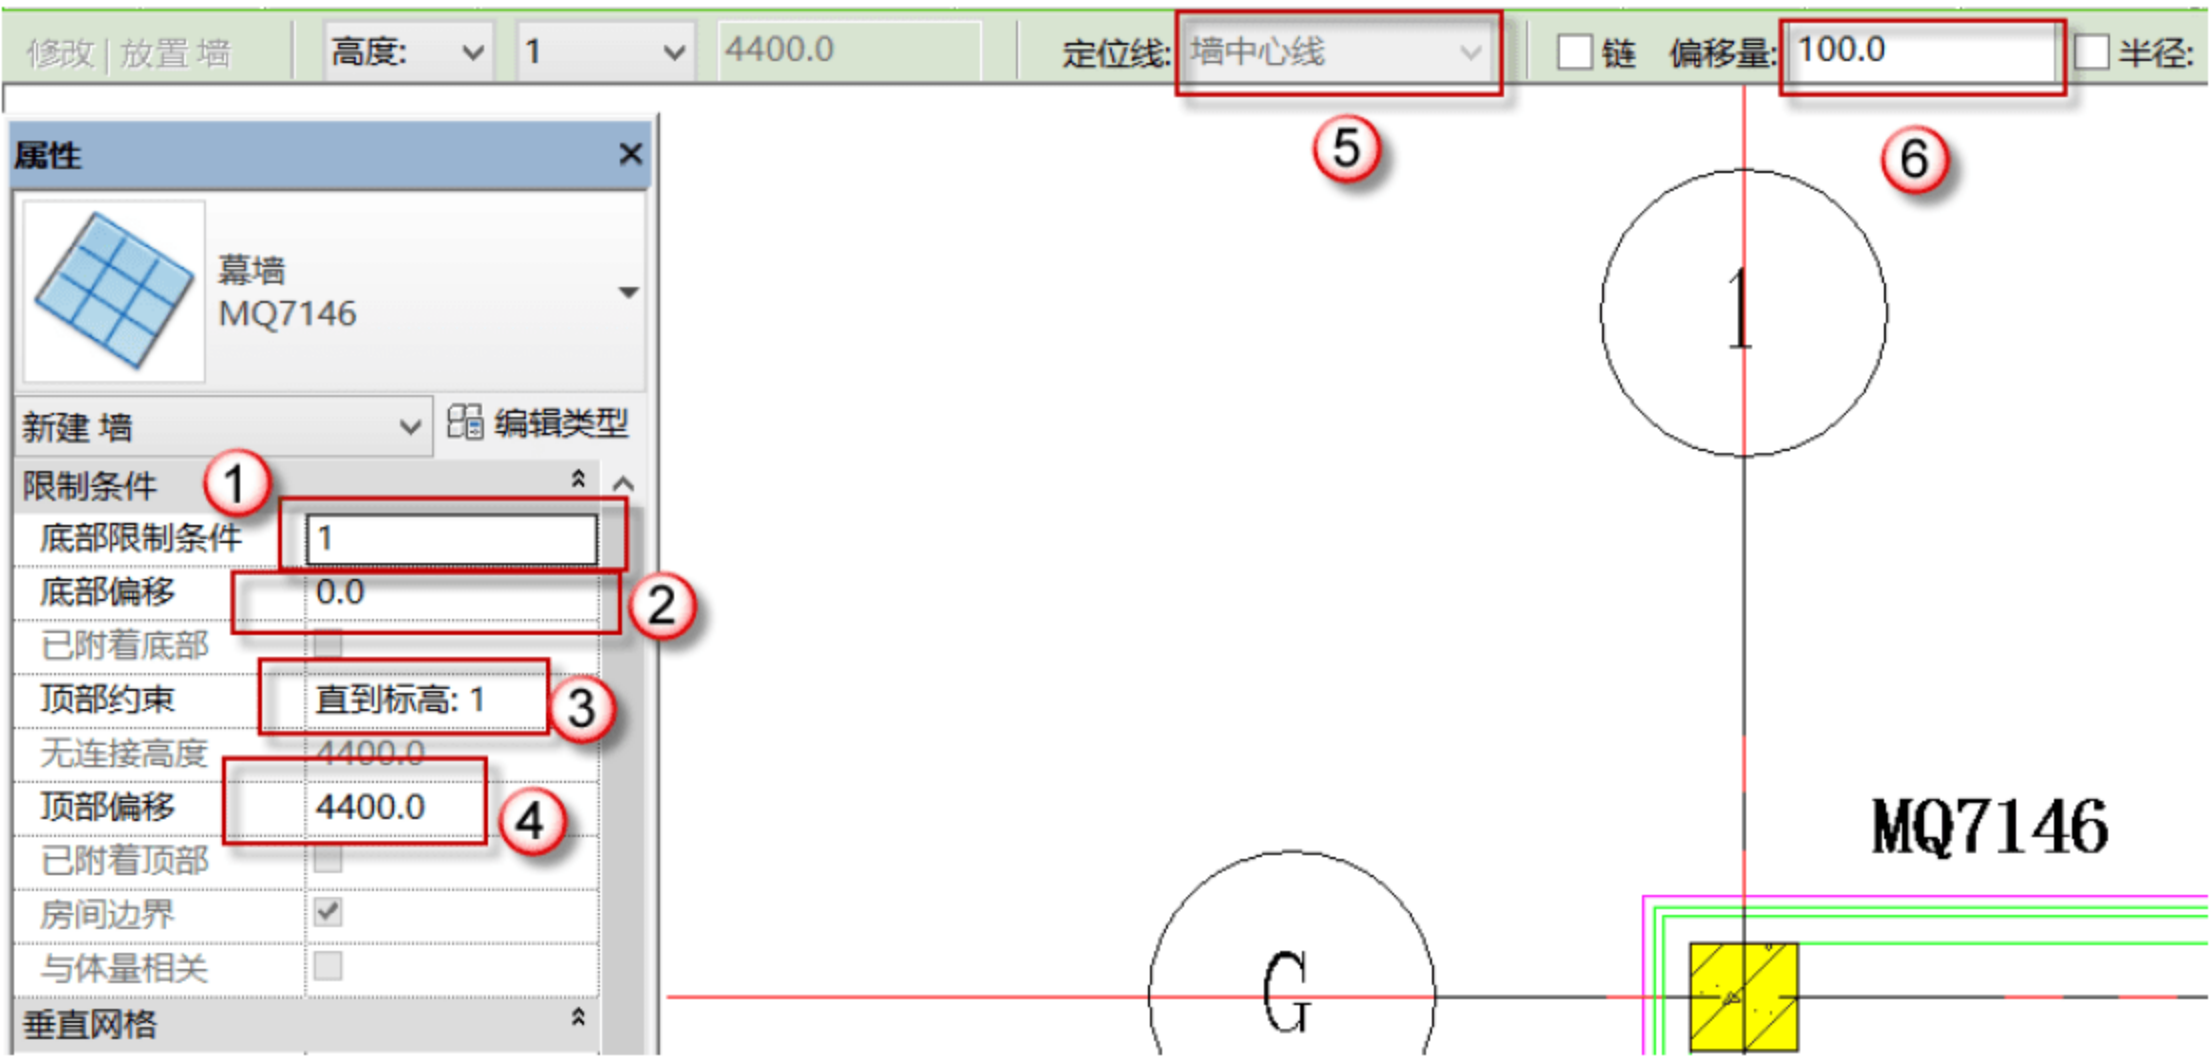
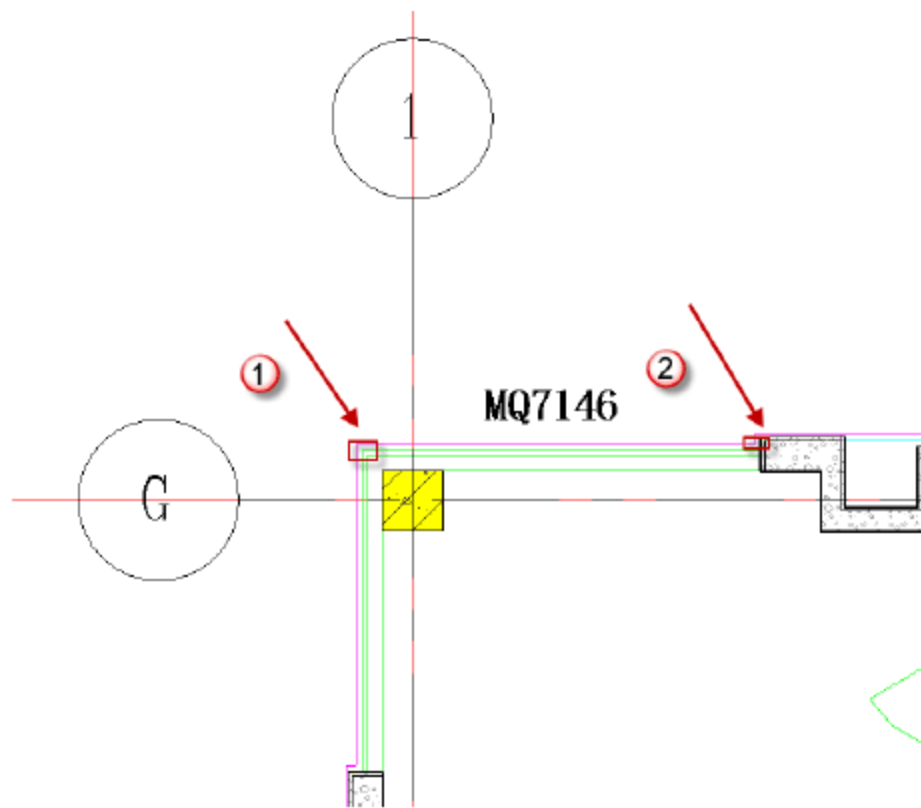
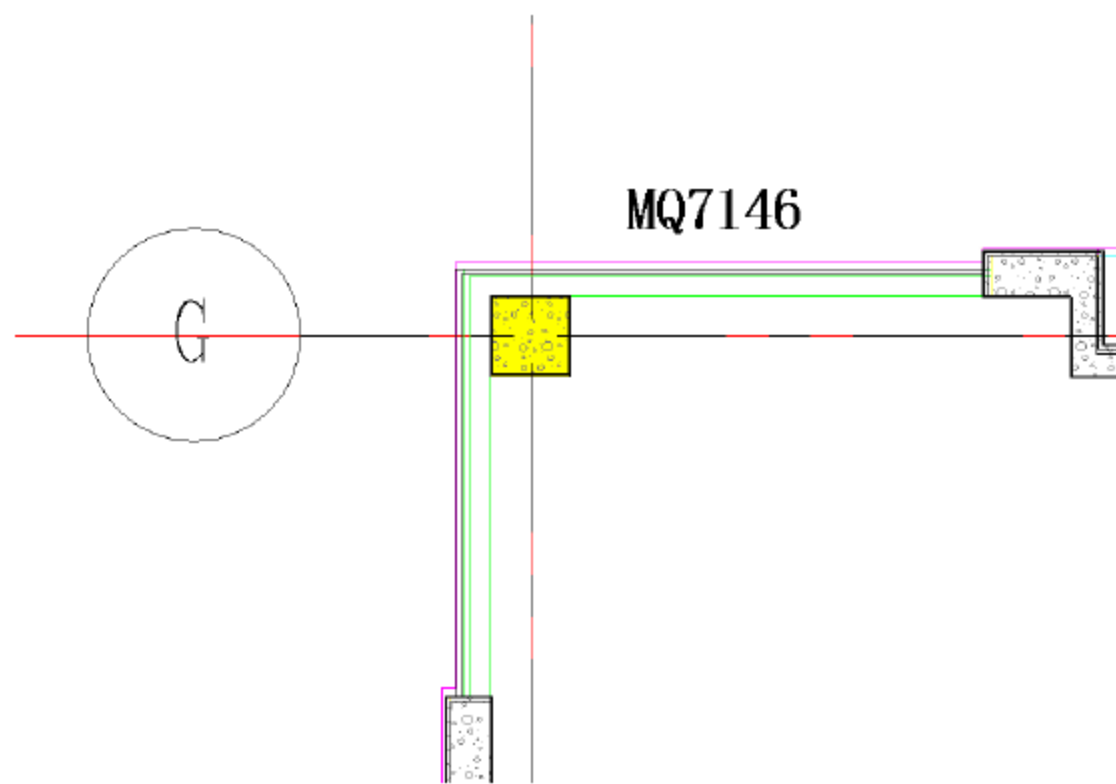

图 10.3.28 “MQ7146”的绘制参数设置
图 10.3.29 “MQ7146”的绘制捕捉点
图 10.3.30 “MQ7146”绘制完成图
(4) “MQ7146”的绘制。选择“建筑”→“墙”→“MQ7146”命令，也可以直接按快捷键 W+A，再选择“MQ7146”。设置“MQ7146”的绘制参数，将“底部限制条件”改为“1”，“底部偏移”为“0”，“顶部约束”为“直到标高：1”，“顶部偏移”为“4400mm”，“定位线”为“墙中心线”，“偏移量”为“100mm”，如图 10.3.28 所示。参数设置完成后依次捕捉如图 10.3.29 所示的“1”点和“2”点绘制出“MQ7146”，绘制完成后如图 10.3.30 所示。